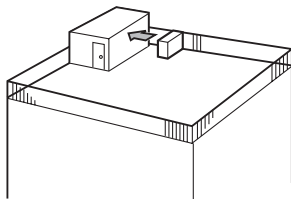

Fig. 2-4
- ① Posizionare la bocca di uscita dell'aria verso la parete più vicina, mantenendola a circa 50 cm di distanza dalla parete. (Fig. 2-4)